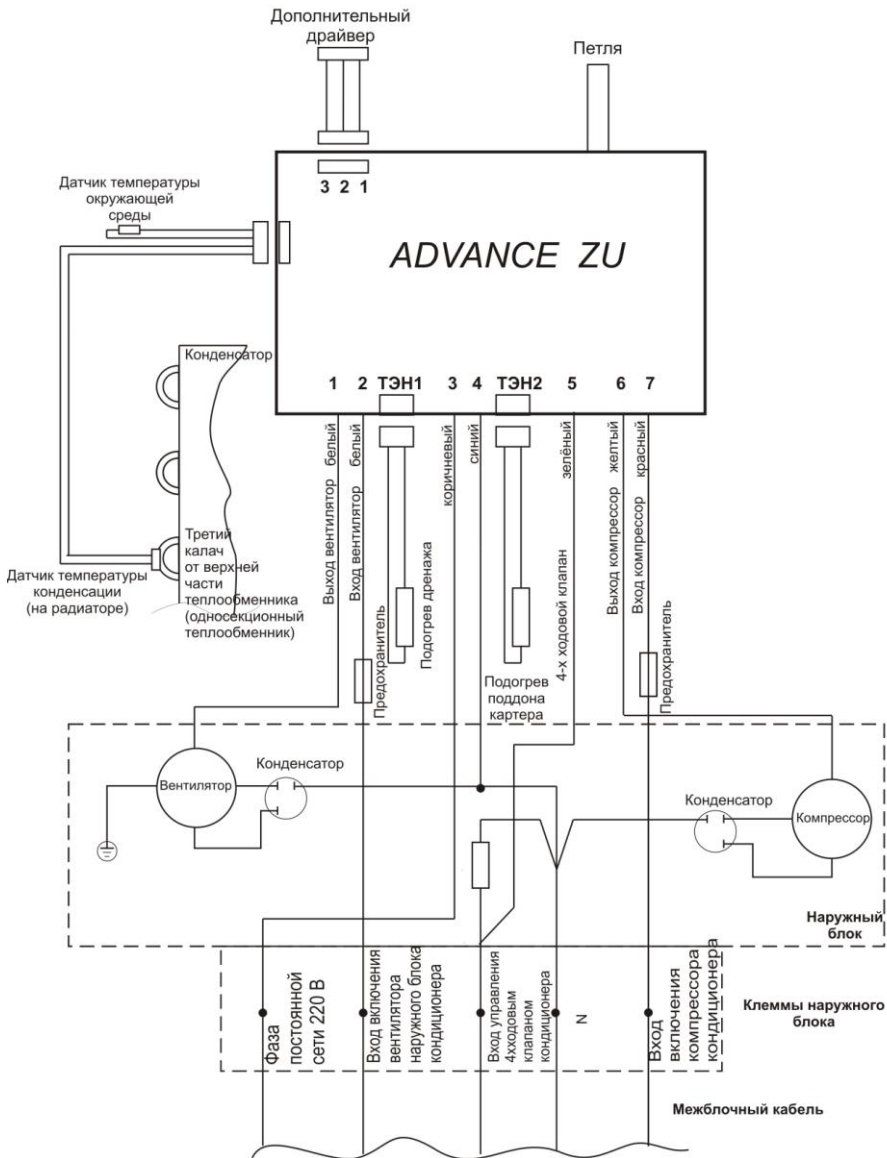
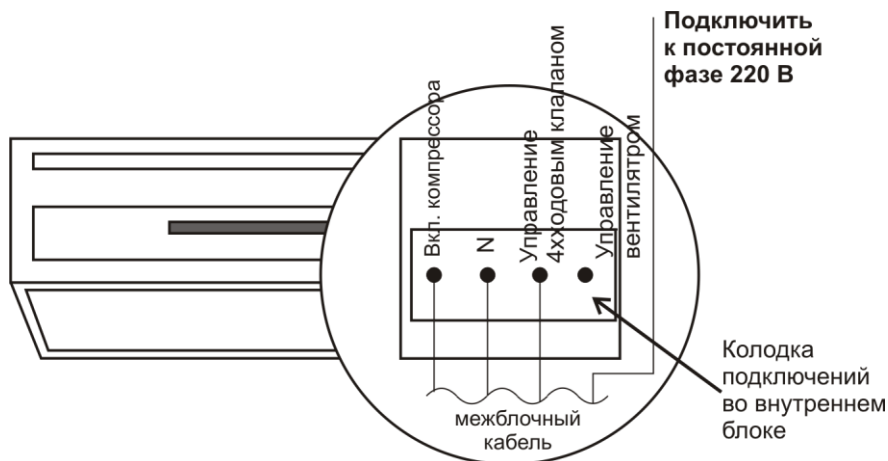

Рис.3. Схема подключения, вариант 1. Петля не разорвана.
Рис. 4. Подключение во внутреннем блоке.
6.5. Силовые цепи необходимо подключать через предохранители согласно блок-схеме (рис.3 или рис.4).
Подключение по варианту №1 производится, если постоянная фаза 220 В присутствует в наружном блоке кондиционера. Для этого **коричневый провод подключаем к клемме с постоянной фазой 220 В, синий – к клемме N (ноль)**. Остальные подключения производятся согласно схеме (см. рис.3.)
В межблочном кабеле от внутреннего блока отключаем провод, подключенный к клемме управления вентилятором, и подключаем его к постоянной фазе 220 В (см. рис.4).